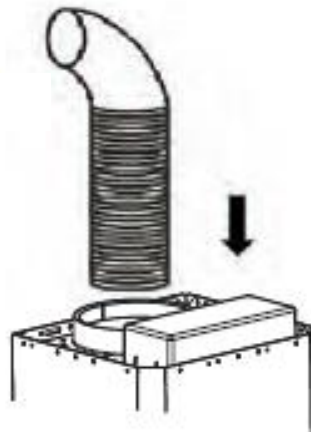

Abb. 3
6. Den Abluftschlauch auf den Abluftstutzen montieren (Abb. 3).